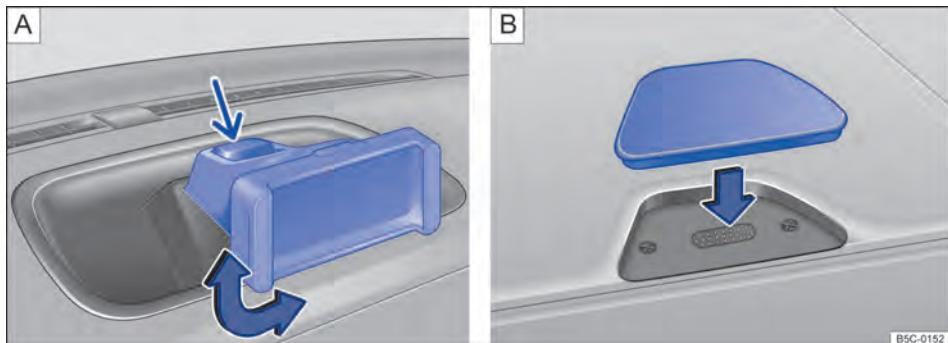

Fig. 146 No console central: remover o suporte de iPhone portátil e fechar a abertura do alojamento.
O alojamento do iPhone pode ser virado em 90° ⇒ Fig. 146 A, ⇒ ①, ⇒ ▲.
- Segurar firmemente o suporte de iPhone portátil com a mão e ao mesmo tempo pressionar o botão de destravamento ⇒ Fig. 146 A (seta pequena).
- Fechar a abertura, colocando a capa de cobertura na direção da seta ⇒ Fig. 146 B, ⇒ ①.
- Retirar a capa de cobertura da abertura do alojamento no sentido contrário ao da seta ⇒ Fig. 146 B.